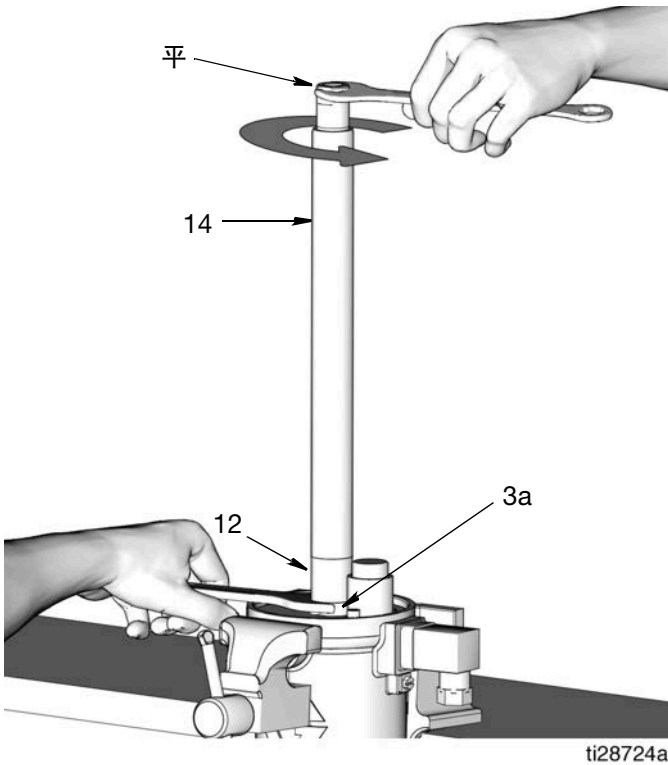

图 16
12. 出口管 O 形圈 (13) 和泵气缸 O 形圈 (9)
用扳手将螺母 (3a) [位于泵气缸 (12) 的底部] 固定就位。第二个扳手紧固出口管 (14) 的平面。逆时针转动出口管，将其拧松并从泵气缸 (12) (图 16) 上拆下。